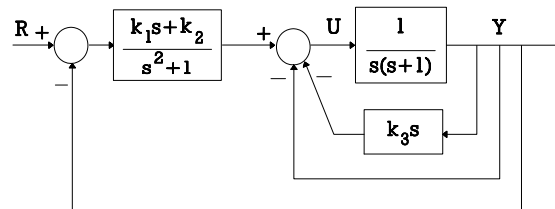

Figura 12
**Planta B)** Considerar la estructura de la Figura 12.